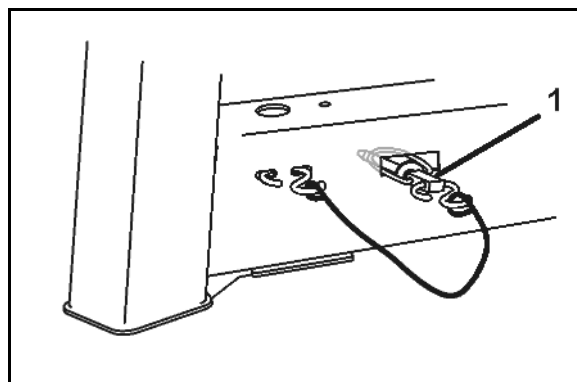

Fig. 44
5. Rodillos de frenado dirigibles (Fig. 44/1) delante
- o montar y asegurar mediante el pasador clavija (Fig. 44/2),